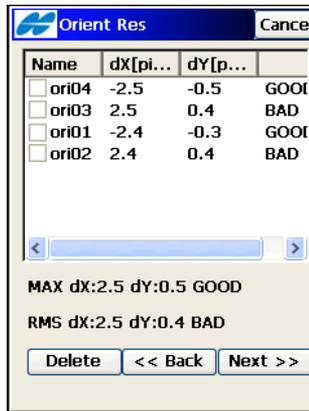

Abbildung 8-63. Orientierungsergebnisse
6. Überprüfen Sie die Orientierungsergebnisse im Ergebnisfenster *Orient.fehler* (Abbildung 8-63 auf Seite 8-58). Die Ergebnisse